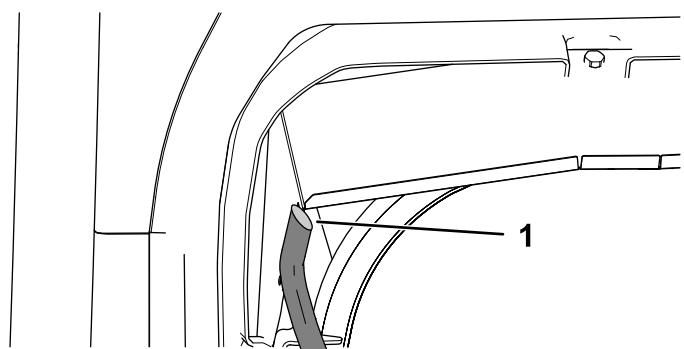

Рисунок 44
7. Сожмите каждый конец прозрачной трубы и отрежьте его под углом 45° (Рисунок 44).
8. Совместите прозрачную трубку с нижней частью водосточного желоба таким образом, чтобы верхняя часть угла находилась с наружной стороны автомобиля, и установите ее (Рисунок 44).